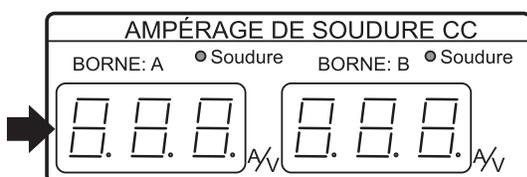

Figure 97. Codes d'erreur des appareils de mesure de la soudure en CC
1. Cet appareil est équipé de dispositifs de **protection**. Lorsque l'un des **principaux** dispositifs de protection est activé, le moteur **s'arrête automatiquement** et le message du code d'erreur s'affiche sur le compteur de courant de soudage CC (Figure 97).